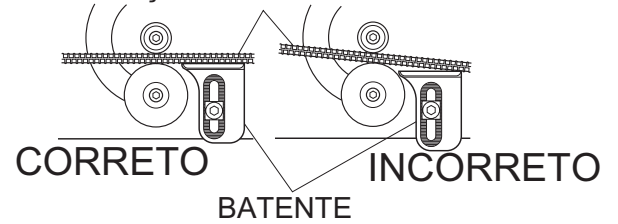

Figura 3. Posição do batente
7. Colocar o batente de modo que o varão de aço para armadura de betão seja dobrado paralelamente à parte frontal do batente e apertar o varão de aço para armadura de betão com firmeza na posição. Se o varão de aço para armadura de betão não estiver paralelo à parte frontal, o ângulo de dobragem será incorreto. Consultar a Figura 3.